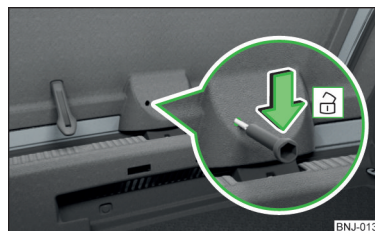

Fig. 195
- Introduceți în orificiul din capitonajul capotei » **fig. 195** o șurubelniță sau o altă unealtă asemănătoare, până la capăt.